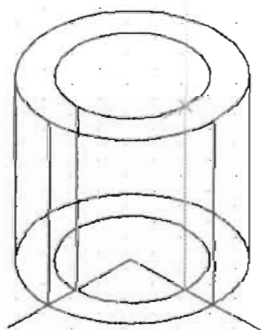

图 11-18
(6) 按 F5 键切换到右视图, 捕捉底面轴测圆与直线的交点, 绘制 4 条垂直线段, 如图 11-18 所示。